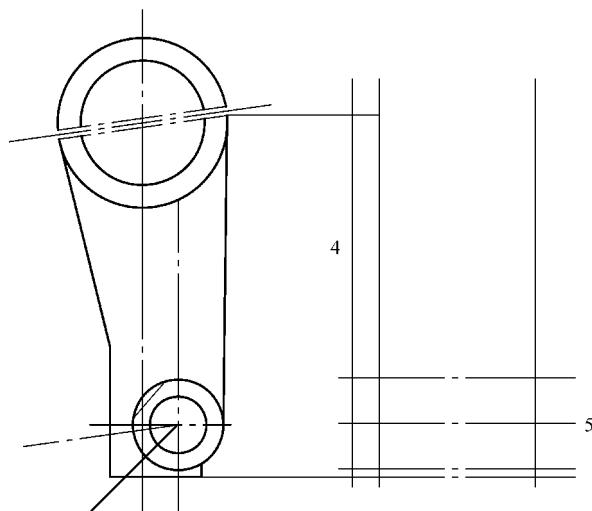

图 11-44 左视图轮廓线
1) 单击功能区【直线】按钮，在左视图上画一条交于中心线的竖直线4，通过【偏移】按钮，向右偏移12mm、80mm，水平中心线5向上、向下分别偏移20mm。从主视图的最低点引一条线交于左视图上的3条线，上面圆的最右边上一点也引出一条线交于左视图，如图11-44所示。